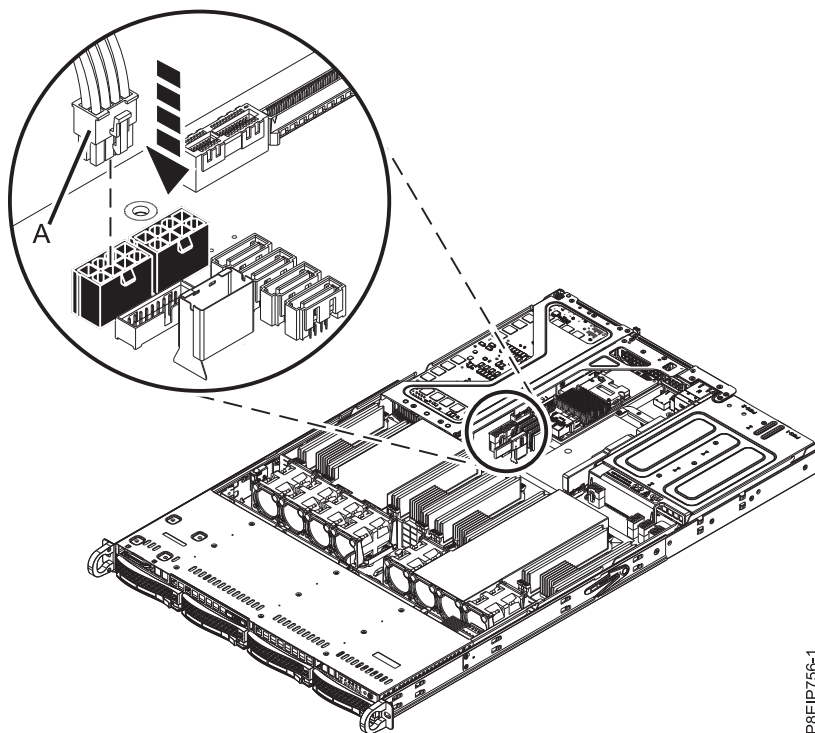

Figura 18. Conectando o cabo de energia da GPU ao painel traseiro do sistema
8. Conecte o cabo de energia da GPU no painel traseiro do sistema conforme mostrado na Figura 18 na página 20. Certifique-se de que o clipe da trava do cabo se encaixe no lugar no conector.